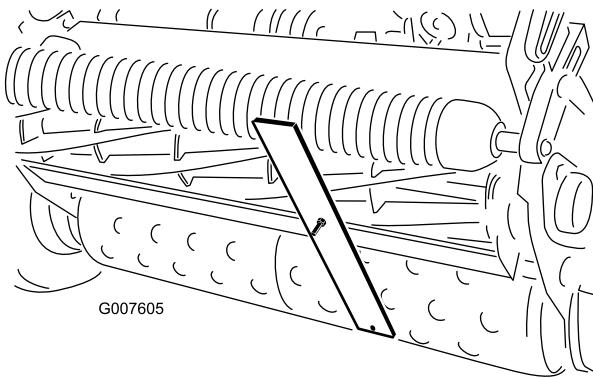

Bild 43
- Haken Sie den Schraubenkopf an die Schnittkante des Untermessers ein, und stützen Sie das hintere Ende der Leiste auf der Heckrolle ab (Bild 43).